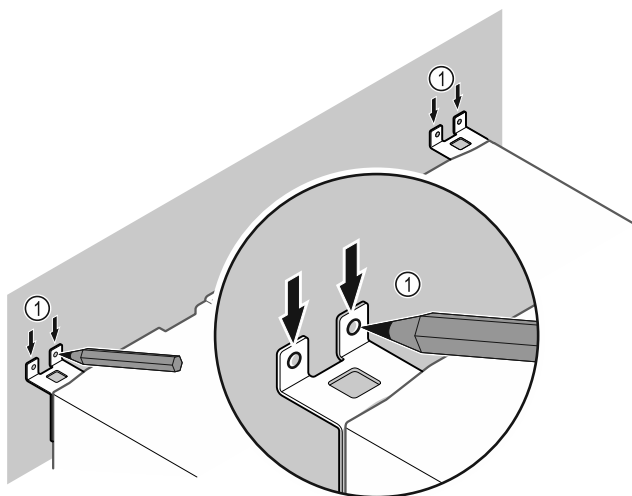

Fig. 11
- Trazar las marcas en la pared Fig. 11 (1).